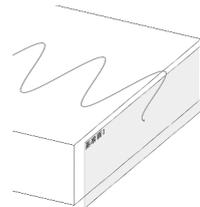

图5-15 创建基准面1
(1) 在命令按钮栏中单击“参考”→“基准面”按钮, 选择正弦曲线的右端点，在“基准面1”属性管理器的“第一参考”栏中设为“重合”，再选择正弦曲线，在“第二参考”栏中设为“垂直”。
(2) 单击“确定”按钮, 创建基准面1，该基准面经过正弦曲线的右端点，且与正弦曲线垂直，如图5-15所示。